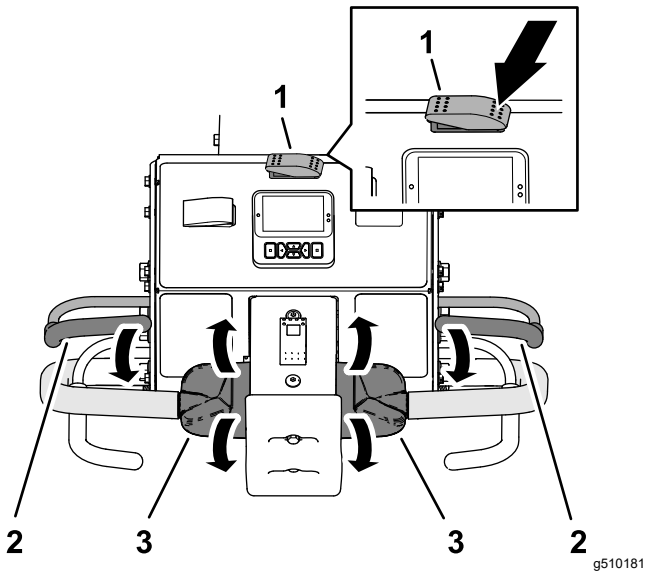

Figura 76
3. Pulse el lado izquierdo del interruptor de transporte/aireación a la posición de TRANSPORTE (Figura 76).
5. Agarre el manillar izquierdo o derecho y la barra de presencia del operador (Figura 76) y apriete la barra hacia el manillar.